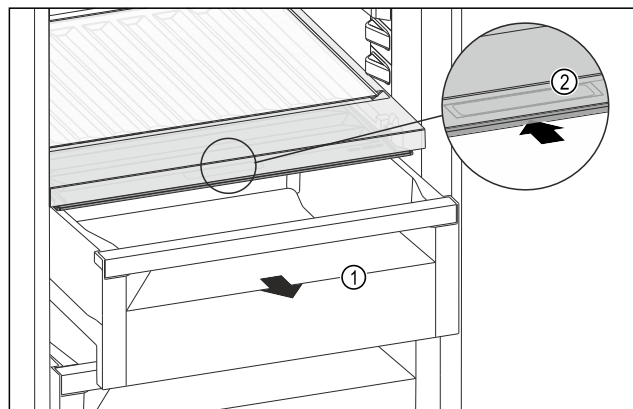

Fig. 215
- Izvucite ladicu Fig. 215 (1).
- Primite ručku Fig. 215 (2) na poklopcu pretinca i istodobno povucite poklopac pretinca prema natrag.